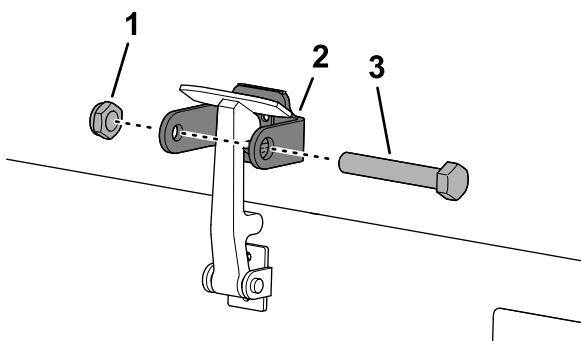

Figura 26
8. Enrosque el perno en el otro brazo del seguro del cierre para bloquear el cierre en esa posición (Figura 26).